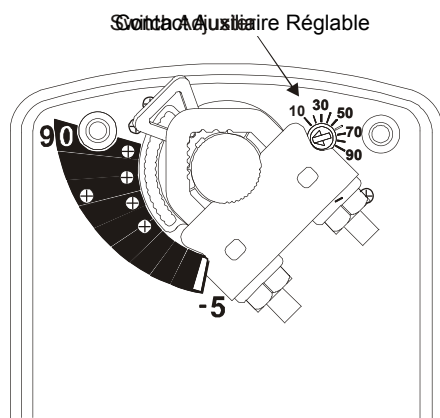

Figure 7 : Réglage du contact auxiliaire
Les modèles DxFx.03S(Z) incluent un contact auxiliaire intégré avec un switch réglable, accessible sur chaque face du servomoteur. Le réglage d'usine pour le contact auxiliaire de fermeture est positionné sur 11° (par rapport à la plage de rotation de 0 à 90° indiquée sur l'étiquette du produit). Le seuil de déclenchement du contact auxiliaire est réglable en continu sur toute la plage de rotation de l'actionneur. Pour le positionnement de commutation plus précis, voir la figure 7 et l'utilisation de la méthode dans l'exemple suivant.